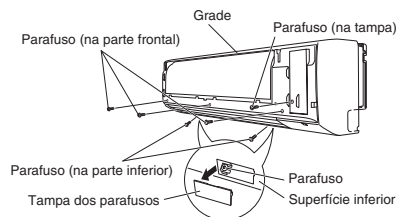

Fig. 3-83
- (3) Retire os 3 parafusos da parte frontal da unidade e retire as tampas dos parafusos na superfície inferior. Em seguida, retire os 2 parafusos. (Fig. 3-83)
- (4) Retire o parafuso na placa da tampa lateral direita e retire a tampa. (Fig. 3-83)